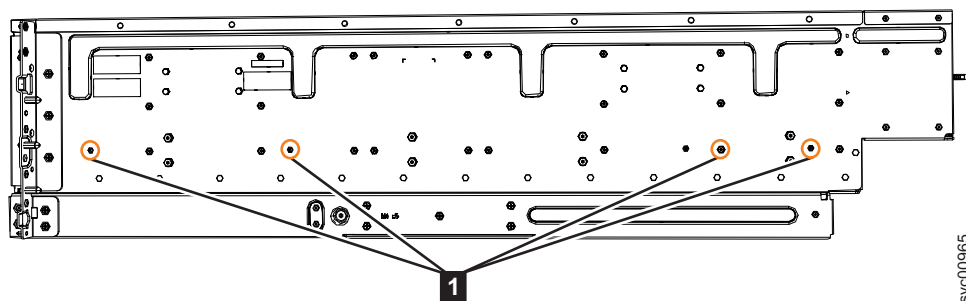

图 34. 将内部导轨连接到机柜的螺钉位置
4. 使用四颗 M4 螺钉将内部导轨连接到机柜的一侧。图 34 显示了螺钉位置。